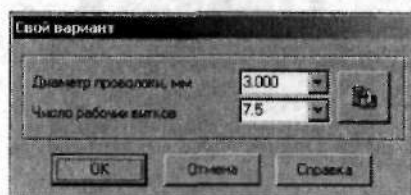

Рис. 2.88. Если вас не удовлетворяют варианты, предоставленные системой КОМПАС, можете выбрать свой вариант параметров пружины
5. Щелкните по кнопке **ОК**, появится окно **Результаты расчета**. Вам предлагается выбрать один из вариантов или внести свой (для этого нужно щелкнуть по кнопке (Свой вариант)). Щелкните по кнопке **Свой вариант** — появится окно, показанное на рис. 2.88.